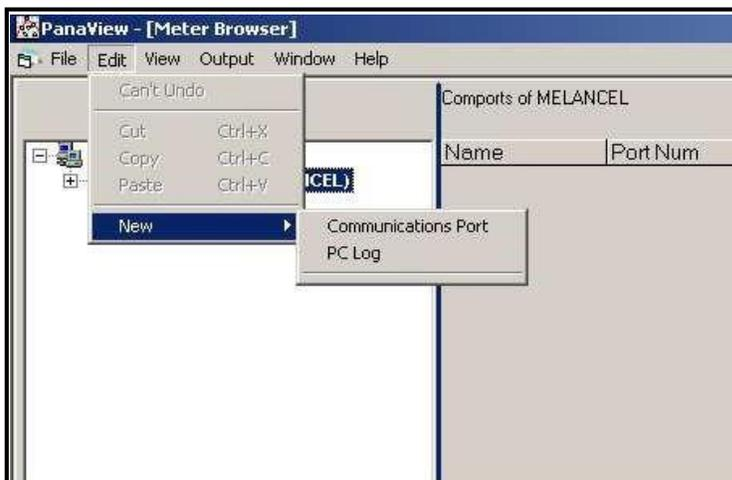

Figura 18: O menu Edit
3. Clique na opção "New" do menu para selecioná-la e um submenu será aberto com duas opções (veja a Figura 18 a seguir).
4. Clique na opção "Communications Port" para selecioná-la. A tela *Setup Communications* será exibida, similar à Figura 18 a seguir.